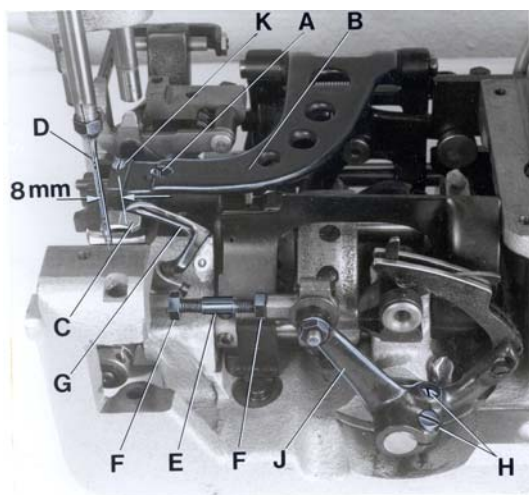
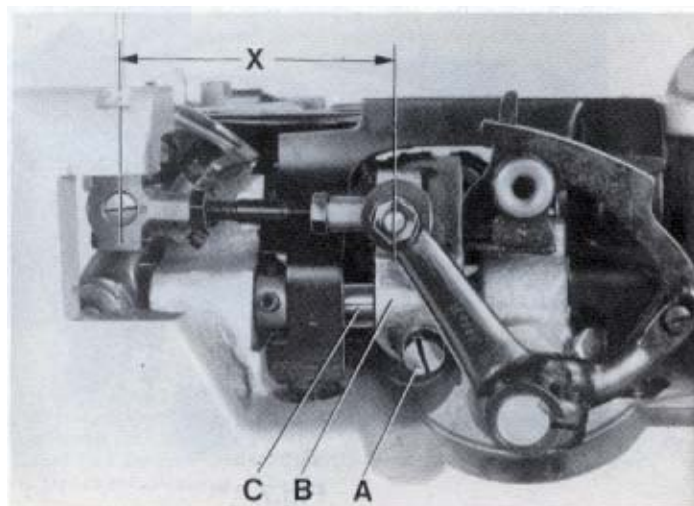
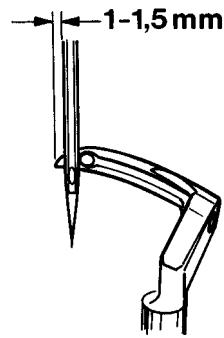
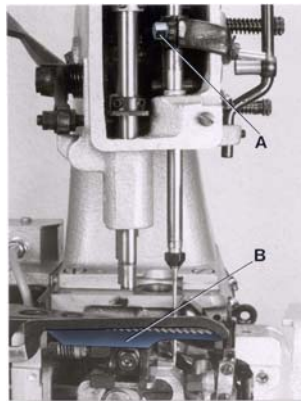

Fig. 3
Fig. 4
Fig.5
Fig. 6
Remove the presser foot, throat plate and feed dog and on styles 80800TL, TAL, U, UA, UL and UAL also the needle guard for convenient access to the machine. On styles 80800R, RL, S and SL loosen the screw (A, Fig. 3) in the feed bar (B) and push the feed bar needle guard (C) to the rear to avoid its contacting the needle (D).
For the two thread double locked stitch styles 80800R, RL, TL, TAL, U, UA, UL and UAL, set the looper connecting rod (E) so the distance (X, Fig. 4) between the center lines of the two ball joints is 69.8 mm (2 3/4"). The dimension (X, Fig. 4) should be 68.3 mm (2 11/16") on the single thread chain stitch styles 80800S and SL. For adjustment loosen the two nuts (F, Fig. 3) and turn connecting rod (E) forward or backward as required to obtain specified dimension, retighten nuts (F).
Rotate the machine pulley in operating direction so that the looper moves from right to left. The looper point should pass as close as possible to the back of the needle without contacting 0.08 to 0.13 mm (.003 to .005") clearance. For adjustment loosen screws (A, Fig. 4) in the looper eccentric fork (B) and turn looper rocker shaft (C) on the looper rocker forward or backward as required. Retighten screw (A).
Zur bequemer Einstellung entfernen Sie Drückerfuß, Stichplatte und Transporteur und bei den Maschinen 80800TL, TAL, U, UA, UL und UAL auch den Nadelanschlag. Lösen Sie bei den Maschinen 80800R, RL, S und SL die Schraube (A, Fig. 3) im Transporteurtäger (B) und drücken Sie den Nadelanschlag nach hinten, damit er die Nadel (D) nicht berühren kann.
Bei den Zweifaden-Doppelkettenstichmaschinen Typen 80800R, RL, TL, TAL, U, UA, UL und UAL muß die Greiferverbindungsstange (E) so eingestellt sein, daß der Abstand (X, Fig. 4) von der Mitte zu Mitte Kugelgelenk 69,8 mm beträgt. Bei den Einfaden-Einfachkettenstichmaschinen Typen 80800S und SL beträgt der Abstand (X, Fig. 4) 68,3 mm. Zum Einstellen lösen Sie die beiden Muttern (F, Fig. 3) und drehen die Verbindungsstange (E) vor oder zurück bis der erforderliche Abstand erreicht ist. Ziehen Sie die Muttern (F) wieder an.
Drehen Sie die Riemenscheibe in Nährichtung so, daß sich der Greifer von rechts nach links bewegt. Die Greiferspitze soll so dicht wie möglich hinter der Nadel vorbeigehen, ohne diese zu berühren (0,08 bis 0,13 mm Abstand). Zur Einstellung lösen Sie die Schraube (A, Fig. 4) in der Greiferexzentergabel (B) und schwenken die Greiferhebelwelle (C) am Greiferhebel mit Greifer nach Bedarf vor oder zurück. Ziehen Sie die Schraube (A) wieder an.
Remove the face cover on machine arm. Rotate machine pulley in operating direction until the looper point, moving to the left, projects 1 to 1.5 mm (.040" to .060") left of the needle (see Fig. 5). Lower edge of looper and upper edge of needle eye must be flush in this position. If adjustment is necessary, loosen clamp screw (A, Fig. 6) in the needle bar connection and move the needle bar up or down, as required. Retighten screw (A) and remount face cover.
At highest point of feed dog travel, the feed dog (B, Fig. 6) should be set so, that the rear teeth project their full depth above the throat plate surface. For setting remove the feed dog and adjust the supporting screw (K, Fig. 3) on the top of the feed bar to the required height. Remount the feed dog, and on styles 80800TL, TAL, U, UA, UL and UAL also the needle guard.
The needle guard (C, Fig. 3) has to be set so, that it just contacts the needle at its most forward point of travel, without deflecting it. On styles 80800R, RL, S and SL loosen screw (A, Fig. 3) in the feed bar (B) and adjust the needle guard (C) accordingly. Retighten screw (A).
Entfernen Sie den Stirndeckel am Maschinenarm. Drehen Sie die Riemenscheibe in Nöhrichtung bis die sich nach links bewegend Greiferspitze 1 bis 1,5 mm links der Nadel steht (siehe Fig. 5). In dieser Stellung müssen Unterkante Greifer und Oberkante Nadelöhr bündig sein. Ist eine Einstellung notwendig, lösen Sie die Klemmschraube (A, Fig. 6) im Nadelstangenmitnehmer und schieben die Nadelstange (B), je nach Bedarf, nach oben oder unten. Ziehen Sie die Schraube (A) wieder an und montieren Sie den Stirndeckel.
Im höchsten Punkt der Transporteurbewegung sollen die hinteren Zähne des Transporteurs (B, Fig. 6) eine volle Zahnhöhe über die Stichplattenoberfläche hinausragen. Zur Einstellung entfernen Sie den Transporteur und stellen die Stützschraube (K, Fig. 3) oben im Transporteurträger auf die entsprechende Höhe. Montieren Sie den Transporteur wieder, bei den Maschinen 80800TL, TAL, U, UA, UL und UAL auch den Nadelanschlag.
Der Nadelanschlag (C, Fig. 3) muß so eingestellt sein, daß er in der vordersten Stellung seiner Bewegung gerade die Nadel berührt, aber nicht ablenkt.
Zur Einstellung lösen Sie bei den Maschinen 80800R, RL, S und SL die Schraube (A, Fig. 3) im Transporteurträger (B), und stellen den Nadelanschlag (C) entsprechend ein. Ziehen Sie die Schraube (A) wieder an.